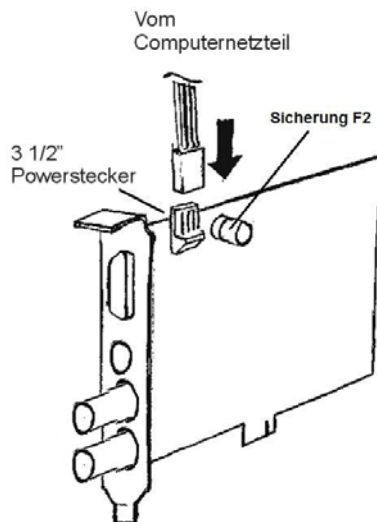

Bild 19: Die Spannungsversorgung über Grabber
- Wenn die Spannungsversorgung der Kamera über den Grabber erfolgen soll, muss der Powerstecker mit einer 3 1/2“-Spannungsbuchse des Computernetzteils verbunden werden (die 1,6 A Sicherung in Sockel F2 sichert den Spannungsausgang). Bild 19 verdeutlicht dies.